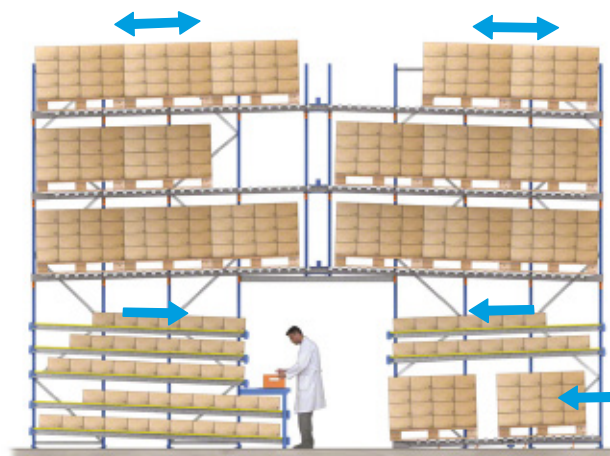

Figura 2
2. **Più livelli di picking a gravità nel livello inferiore**, che possono essere riforniti sia dai pallet provenienti dai livelli superiori sia dalle scatole estratte previamente da tali pallet (figura 2).